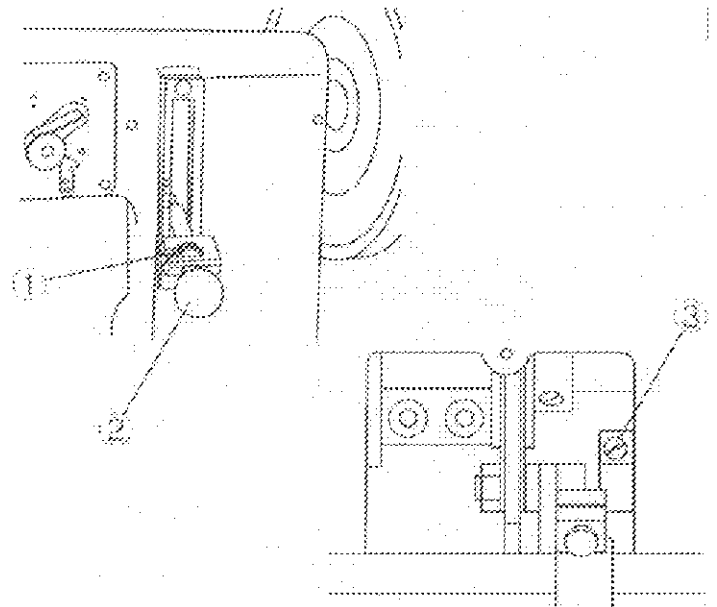

Рис. 10
13. Регулировка длины стежка (Рис. 10)